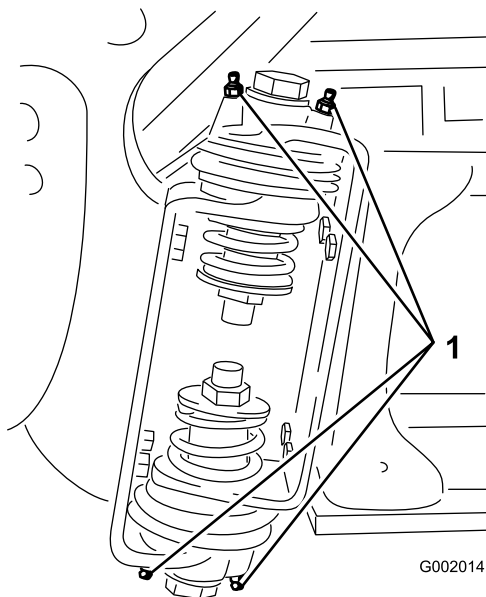

Figura 42
2. Introduza massa lubrificante no rolamento ou casquilho de cada encaixe Figura 42.